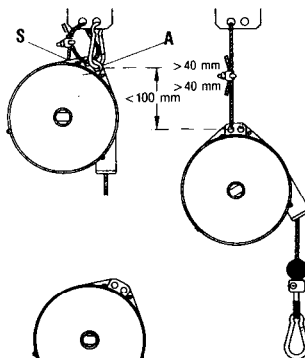

Fig. 2
- For å øke kapasiteten dreies akselen F, i retning mot urviseren ved bruk av en skrunøkkel D (Fig. 2).
- Dersom trommelen stopper ved første gangs justering, kan dette komme av at det er justert for en utilstrekkelig kapasitet. Øk kapasiteten ved bruk av skrunøkkel D som i (Fig. 2). Sjekk at den virker normalt når kabelen 11 er helt spole opp.
- Para aumentar a capacidade, rode o eixo F no sentido inverso ao dos ponteiros do relógio utilizando a chave inglesa D (Fig 2).
- Se o tambor travar durante o ajuste inicial, pode ser devido a uma carga insuficiente. Aumente a capacidade utilizando a chave inglesa D como na (Fig 2). Certifique-se de que o cabo 11 está completamente enrolado, o funcionamento é regular.